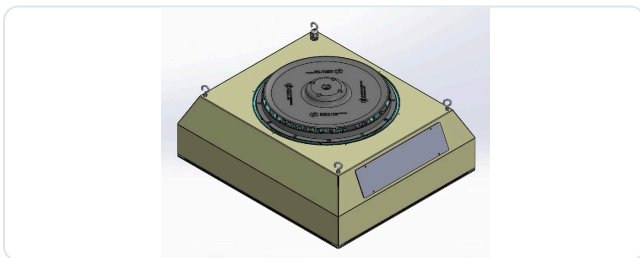

Abb. 1 – Oberseite: Lüfter mit 360°-Luftaustritt und vier Aufhängepunkten (Ringösen) für die Hängemontage.
- 4 Die verstellbaren Stäbe an der Deckenplatte und an allen vier Aufhängepunkten (Ringösen, Abb. 1) des Geräts befestigen. Länge so einstellen, dass das Gerät waagrecht hängt – in der Regel mit ca. 20–25 cm Abstand zwischen Decke und Geräteoberseite.